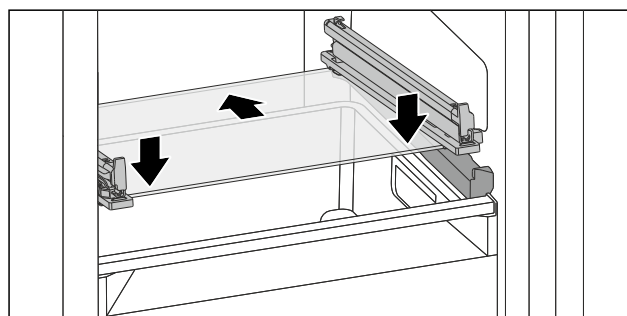

Fig. 121 Staklena ploča nagibne ladice
- Stavite ladicu ukoso iza zaustavljača. (pogledajte Fig. 121)